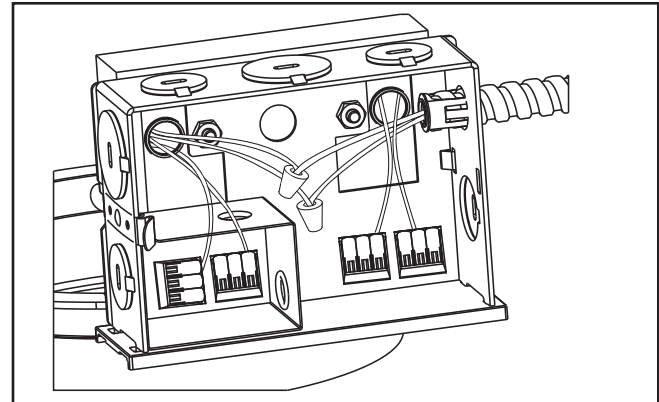

Figura 14
3. Extraiga una de las cubiertas de la caja de empalmes. Conecte los cables conductores de suministro a los cables conductores de la reactancia según el diagrama de cableado, y los códigos eléctricos locales o el Código Eléctrico Nacional (Figura 14.).
2. Retire la cubierta de la caja de empalmes (Figura 14.).